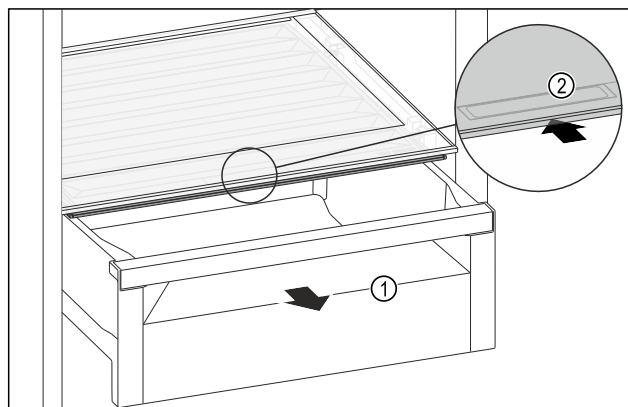

Fig. 111
- Extrageți sertarul Fig. 111 (1).
- Prindeți mânerul încastat Fig. 111 (2) de la capacul compartimentului și glisați concomitent capacul compartimentului spre partea posterioară.